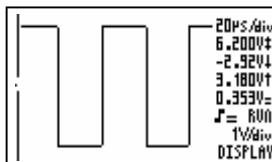

Fig 18
Press the **MENU** button to call the setup menu. Use the **joystick** to select ‘**Display**’ under ‘**KEYMODE**’ and press the **joystick** (Fig. 18).
- **Normal** : Fig.18
Druk op de **MENU**-toets om het instelmenu op te roepen. Gebruik de **joystick** om 'Display' onder '**KEYMODE**' te selecteren en druk de **joystick** in (fig 18).
- **Normaal** : Fig.18
Enfoncez la touche **MENU** pour faire apparaître le menu des réglages. Utilisez la **manette** pour sélectionner '**Display**' sous '**KEYMODE**' et enfoncez la manette (fig. 18).
- **Normale** : Fig.18
Drücken Sie die **MENÜ**-Taste um das Einstellungsmenü zu öffnen. Verwenden Sie den **Joystick** um '**Display**' unter '**KEYMODE**' zu selektieren und drücken Sie den **Joystick** (Abb. 18).
- **Normal** : Abb.18